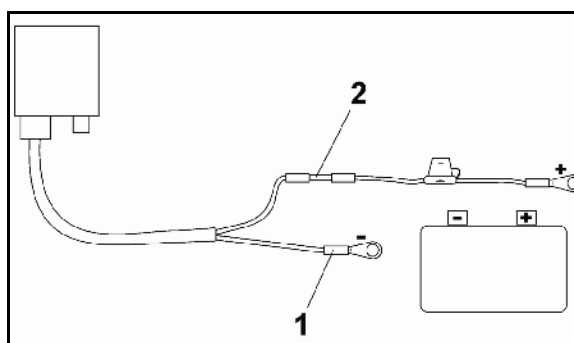

Fig. 4
4. Introduisez le fil bleu (masse) dans une cosse à oeillet ouverte (Fig. 4/1).
6. Introduisez le fil marron (+ 12 V) du côté libre du manchon (Fig. 4/2).
8. Faites rétrécir le manchon (Fig. 4/2) avec une source de chaleur (briquet ou décapeur thermique) jusqu'à ce que de la colle en sorte.